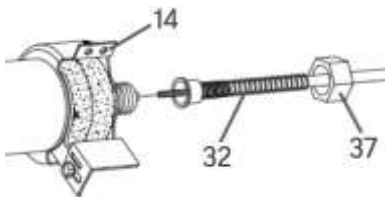

fig. 4
1. Insérez l'arbre flexible (n° 32) dans le couvercle de meule (n° 14) (fig. 4).
2. Serrez l'écrou de raccordement de l'arbre (n° 37) sur les filets du couvercle de meule (fig. 4).